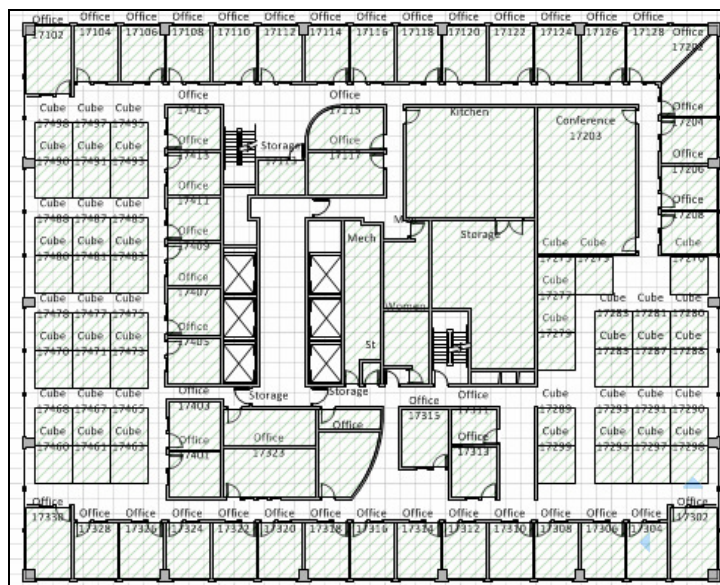

Рис. 12.30. Приклад плану приміщення з просторовими фігурами
- Створіть план поверху приміщення відповідно до свого варіанта за допомогою шаблону *Карты и планы этажей / План этажа* в масштабі 1 см = 1 м. Розмістіть у всіх виробничих (або житлових) приміщеннях просторові фігури *Место*. Заповніть їх дані: код (*Код места, SpaceID*), назва (*Имя, Name*), призначення (*Назначение места, Space use*). (*Варіант*: скопіюйте частину готового офісного плану з прикладу *Visio Office Floor Plan.vsd* з теки \$tasks – рис. 12.30).